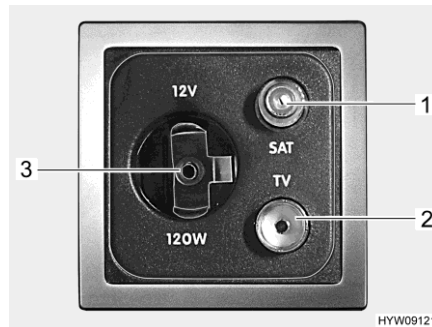

Fig. 59 Prese (antenna satellitare esterna)
- Inserire il cavo di allacciamento dell'antenna satellitare esterna nella presa SAT (Fig. 59,1).